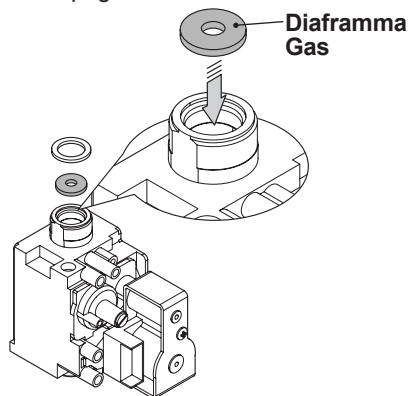

Figura 8.2
- Eseguire la trasformazione del tipo di gas sostituendo correttamente il diaframma gas (Figura 8.2), facendo riferimento alla sezione "Dati tecnici M260V.2025 SM" a pag. 24, "Dati tecnici M260V.2530 SM" a pagina 28 e "Dati tecnici M260V.3035 SM" a pagina 32.